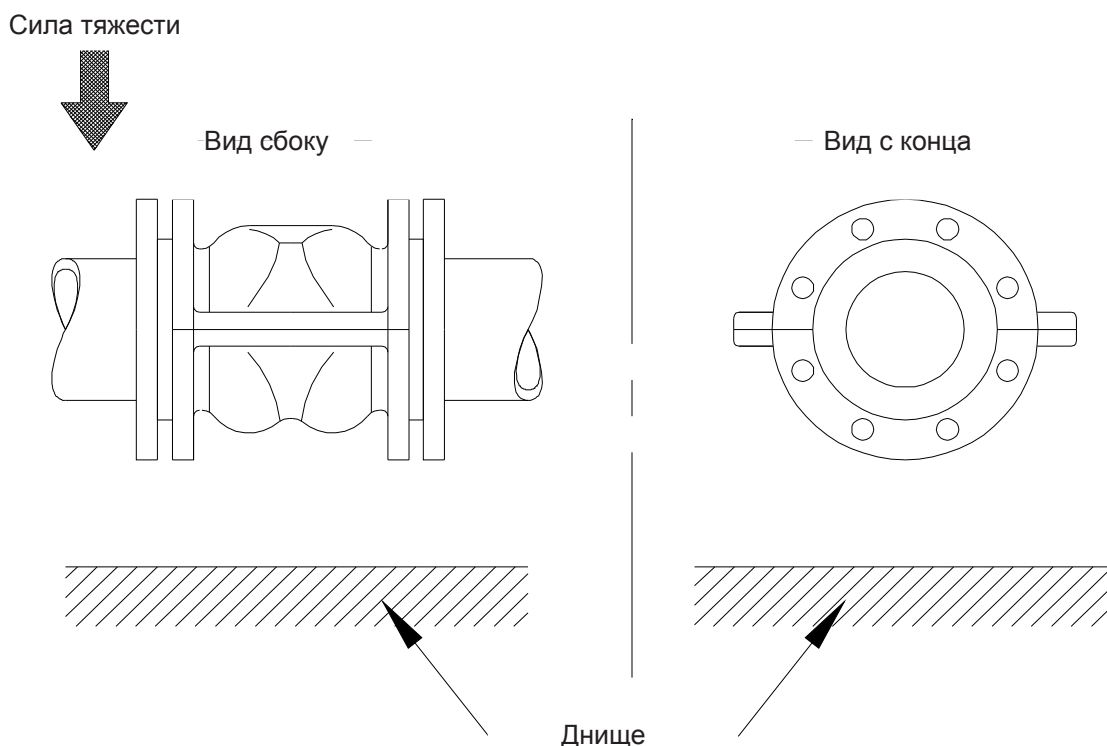

Рис. 2-2: Ориентация при монтаже в горизонтальный трубопровод
- 3) При установке в горизонтальный трубопровод горловина клапана должна быть ориентирована по горизонтали. При использовании в вертикальном трубопроводе клапан RVA можно устанавливая в любом положении (см. рис. 2-2) и перекачиваемая среда может проходить через клапан.